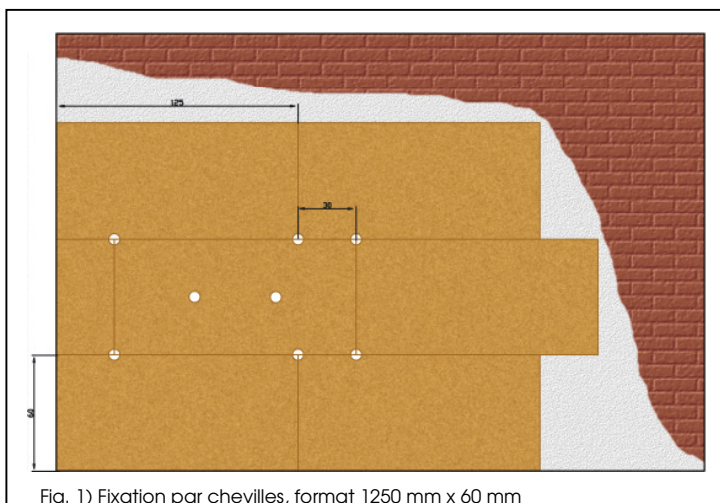

Fig. 1) Fixation par chevilles, format 1250 mm x 60 mm
- Les panneaux doivent être posés à pleine surface et fixés à l'aide de vis à rondelle (p. ex. : ejothem STR H) selon les règles officielles de la construction. (voir fig. 1)